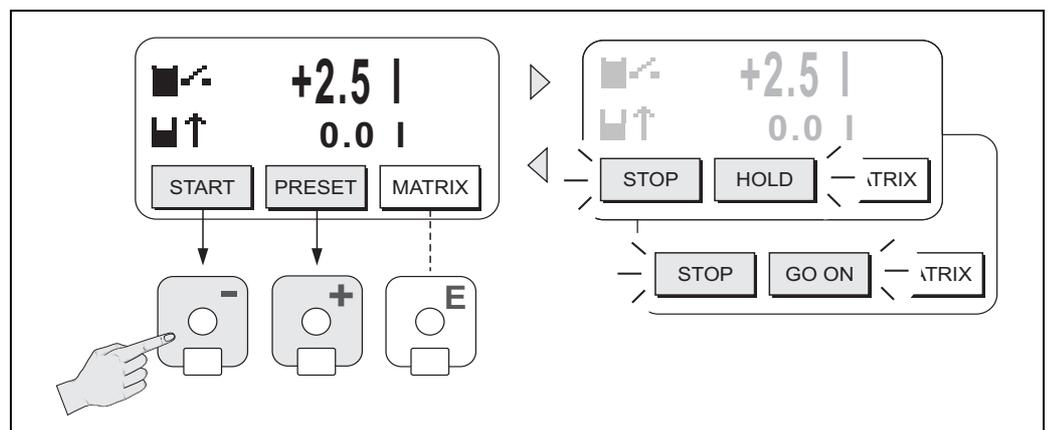

Fig. 46: Control de procesos de dosificación mediante el indicador local (teclas programadas)
Aparecen entonces las siguientes “teclas programada de función” en la línea inferior del indicador local→ Fig. 46:
- Una vez haya salido del menú VALOR INICIO, puede iniciar el proceso de dosificación pulsando la tecla “INICIO (□)”. Aparecen entonces otras teclas programadas de función (PARO/ESPERA o CONTINUAR) en el indicador. Puede utilizarlas para interrumpir, continuar o detener en cualquier momento el proceso de dosificación. → Fig. 46